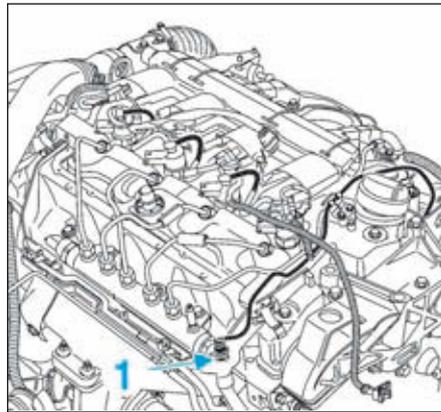

FIG. 155
- Débrancher le raccord (1) du tuyau de retour de carburant sur la rampe commune (Fig.155).